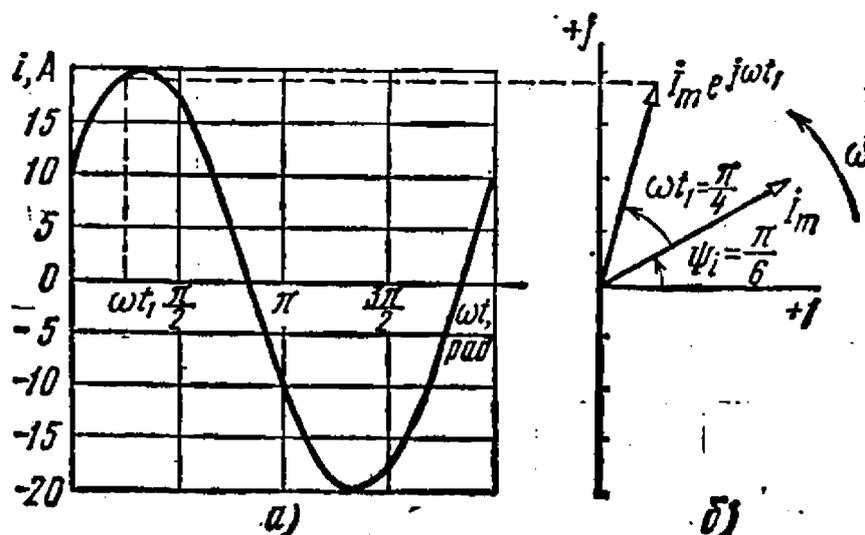

Рис. 3.2
3.2. На рис. 3.2, а представлена осциллограмма тока электрической цепи.
На комплексной плоскости рис. 3.2, б этой тригонометрической функции соответствует вращающийся вектор, величина и положение которого для момента времени $t = 0$ определяют комплексную амплитуду